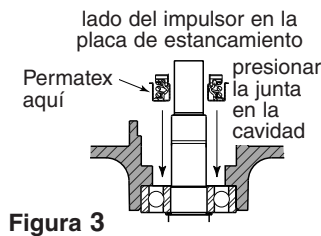

Figura 3
1. Aplique Permatex #2 o un producto equivalente con moderación en el exterior de la cabeza de la junta primaria. Presione la nueva cabeza de la junta primaria en la cavidad de la placa de estancamiento (Consulte la Figura 3).